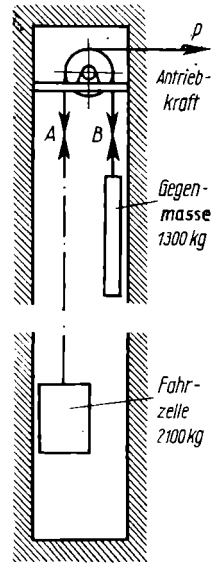

Bild 25
29. Die Fahrzelle eines Aufzugs in einem Geschäftshause ist nach Bild 25 an einem Drahtseile A aufgehängt, welches von einer durch Elektromotor angetriebenen Trommel aufgewunden wird. Die Eigenmasse der Zelle beträgt 500 kg , die Nutzlast be-